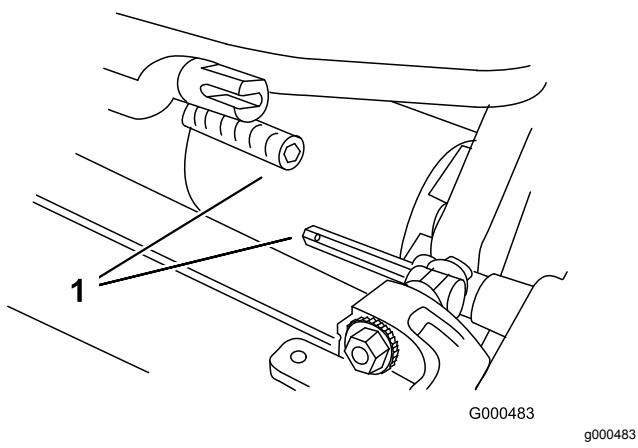

Bild 6
3. Schieben Sie die Schneideeinheit unter die Zugmaschine und dann nach links, um die Getriebekupplung einzukuppeln (**Bild 6**).